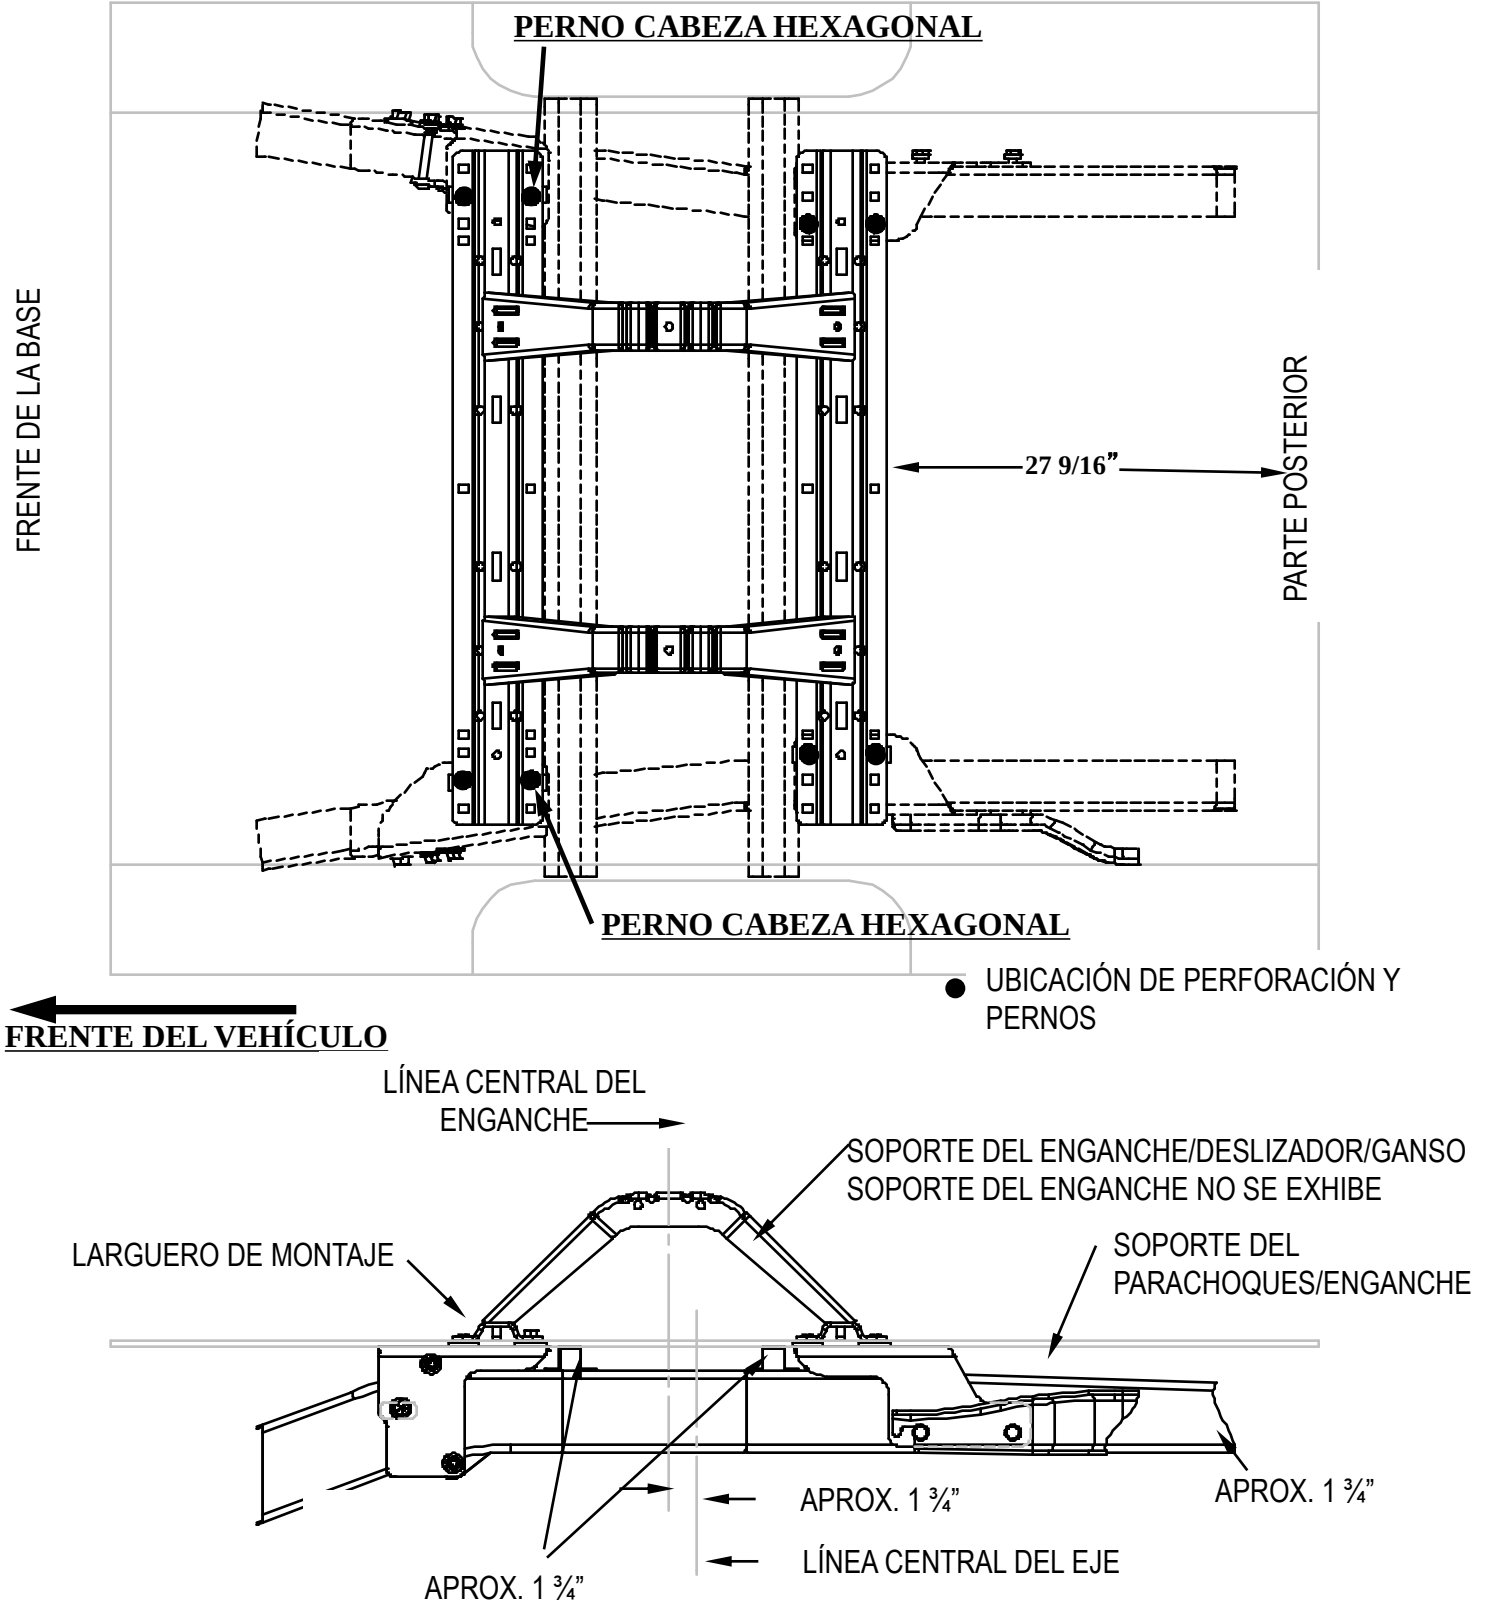

Figura 3
4. Con el soporte del parachoques/enganche rotado hacia abajo para dar espacio a los soportes del bastidor (10) y (11), coloque los soportes del bastidor (10) y (11) en el bastidor del vehículo. Gire el soporte del bastidor del parachoques/enganche de nuevo hacia su lugar y sin apretar instale los pernos de 14m (14) con arandelas de bloqueo de 9/16" (15). **Nota:** El soporte del bastidor (10) y (11) debe meterse entre el bastidor del vehículo y el soporte del parachoques/enganche.
5. Coloque el larguero de montaje posterior en la caja del vehículo, usando la cinta de medir, centre el larguero entre las costuras de soldar a lo largo del piso del vehículo y la distancia correcta desde el borde posterior del vehículo como se ilustra en la Figura 3.
6. Marque y perforo los orificios según la Figura 3. Mueva el larguero del camino y perforo cada posición con una broca de 1/8". **Advertencia: Al perforar los orificios tenga en cuenta los riesgos potenciales para los componentes del vehículo y tome las medidas necesarias para protegerlos de daños.**
7. Revise que los orificios perforados de 1/8" se alineen con las ranuras de los soportes del bastidor traseros (10) y (11).
12. Marque y perforo los orificios según la Figura 3. Mueva el larguero del camino y perforo cada posición con una broca de 1/8". **Advertencia: Al perforar los orificios tenga en cuenta los riesgos potenciales para los componentes del vehículo y tome las medidas necesarias para protegerlos de daños.**
13. Gire los soportes delanteros del lado del conductor (8) y del lado del pasajero (9) hacia su lugar en el exterior del larguero del bastidor del lado del conductor, de manera que los orificios de los pernos superior e inferior mantengan la distancia arriba y abajo del bastidor, mientras que el orificio del centro se alinea con la ranura del bastidor existente. Colocando la parte superior del soporte contra la base del vehículo. Revise que los orificios perforados de 1/8" se alineen con las ranuras en los soportes frontales del bastidor (8).
- Inserte un perno de carruaje de 1/2" x 5 1/2" (4) a través de cada orificio cuadrado en una correa del soporte (12) de manera que el perno se deslice cómodamente a su posición.
- Comenzando con el orificio de montaje delantero primero en el lado del conductor, coloque la correa (12) y los pernos (4) por dentro del bastidor de manera que los pernos se deslicen a través de los orificios de la correa superior e inferior en el soporte.
- Instale la arandela cónica de 1/2" (1) y la tuerca de 1/2" (7). (Apriete a mano únicamente)
- Instale el perno de 5/8" x 1 3/4" (5) con la arandela plana (3) a través de los soportes del bastidor (8)(9) y el bastidor, instale la arandela cónica de 5/8" (2), soporte en S (13) (lado del conductor únicamente) y tuerca de 5/8" (6). (Apriete a mano únicamente)